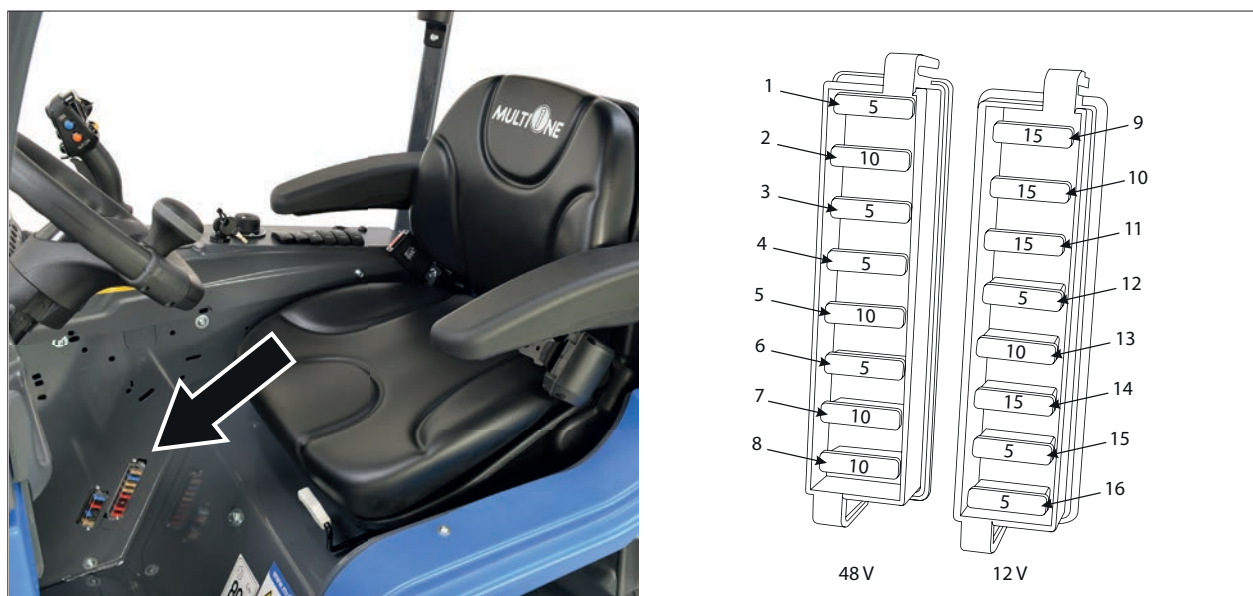

РИС. 44
- 1) Снимите крышку, расположенную на правой стороне машины (см. РИС. 44).